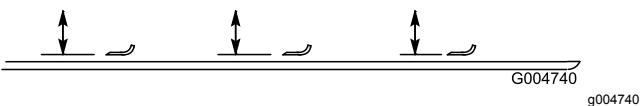

Figure 111
2. Tournez la lame dans le sens longitudinal (Figure 111). Mesurez la distance entre l'intérieur du plateau de coupe et le tranchant à l'avant de la lame. Notez cette valeur.